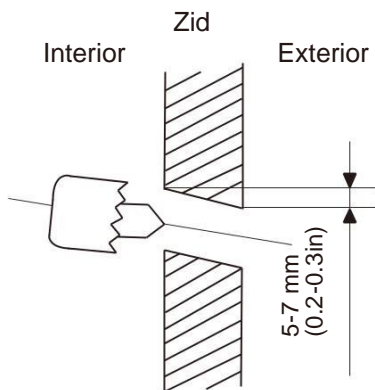

Fig. 4.2
2. Cu ajutorul unui miez de foraj de 65 mm (2.5in), faceți o gaură în perete. Asigurați-vă că gaura forată este la un unghi în jos ușor, astfel încât capătul exterior al găurii este mai mic decât capătul interior de circa 5 mm până la 7 mm (0.2-0.275in). Acest lucru va asigura buna drenare a apei. (Vezi fig. 4.2)